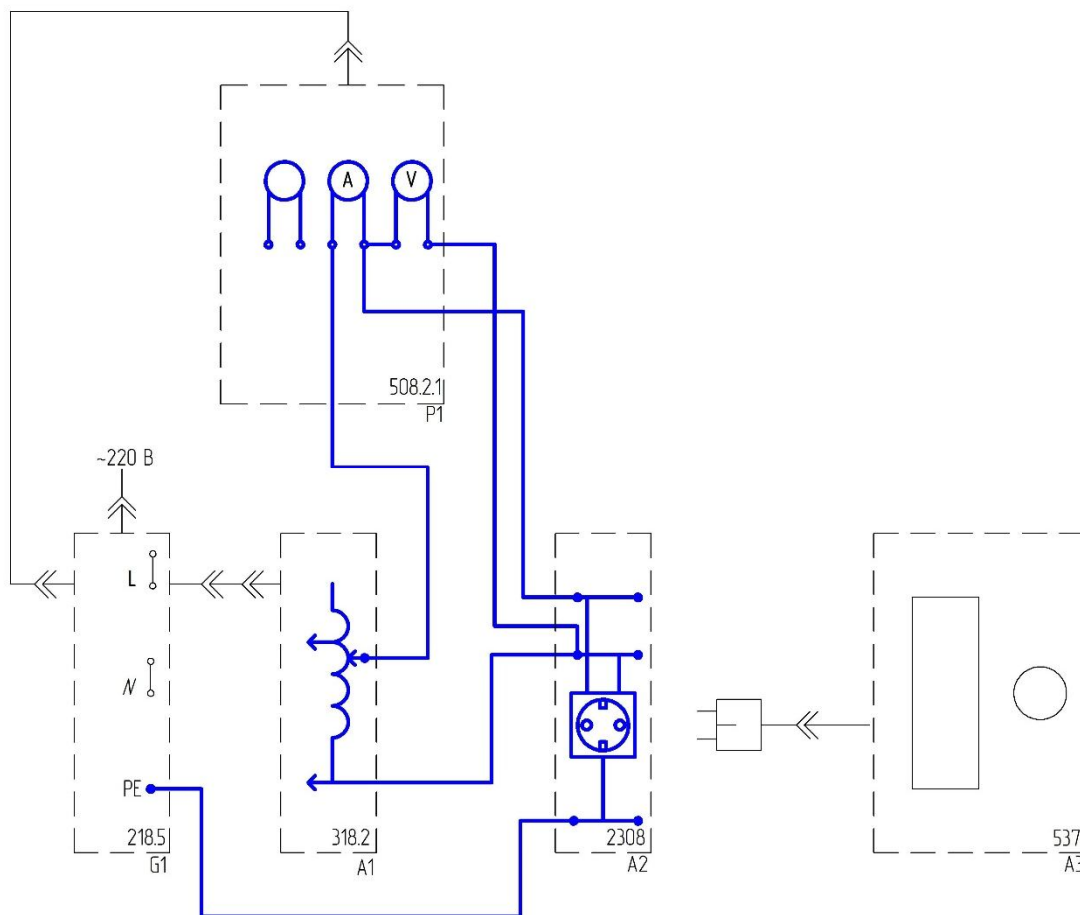

Рис.2.3.
- Соедините аппаратуру в соответствии со схемой электрической соединений, приведенной на рис.2.3.